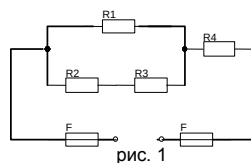

рис. 1
Условие задачи. Цепь постоянного тока со смешанным соединением состоит из четырех резисторов. Заданы схема цепи (рис. 1), значения сопротивлений резисторов: $R_1 = 30 \text{ Ом}$, $R_2 = 20 \text{ Ом}$, $R_3 = 3 \text{ Ом}$, $R_4 = 5 \text{ Ом}$, мощность цепи $P = 320 \text{ Вт}$.
2) обозначим токи I_1, I_2, I_3, I_4 на (рис. 1) стрелками и определим их значения из формулы мощности:
Математическая запись для узла б схемы цепи рисунок 1:
В замкнутом контуре (рис. 1) приложенное напряжение U (аналогично ЭДС при внутреннем сопротивлении источника тока, равному нулю) и падения напряжения
Для схемы цепи (рис. 1) $P = P_1 + P_2 + P_3 + P_4$: так как $P = I^2 \cdot R$ или